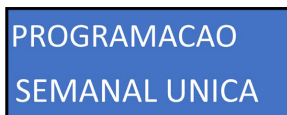

Figura 38
29. Para realizar la programación, el usuario debe navegar por el menú principal utilizando los botones “arriba” o “abajo” hasta encontrar la función “PROGRAMACION SEMANAL UNICA” (figura 38). Pulsando el botón “OK”, será dirigido al menú de programación.